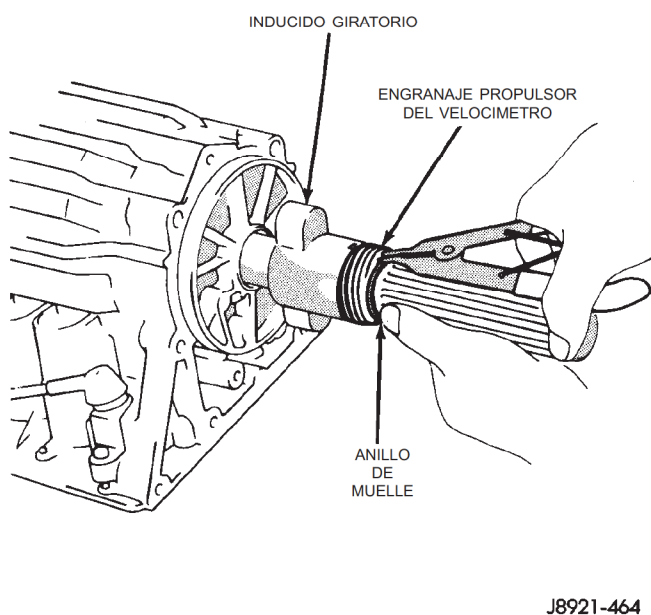

Fig. 41 Desmontaje e instalación del engranaje propulsor del velocímetro
- (4) Retire el perno que fija el sensor de velocidad de transmisión a la cubierta del adaptador.
- (5) Retire el sensor de velocidad de transmisión de la cubierta del adaptador.
- (6) Retire los pernos que fijan la cubierta del adaptador a la caja de la transmisión.
- (7) Con una maceta de goma, golpee suavemente la cubierta del adaptador en la línea de la articulación para separar la cubierta del adaptador de la caja de la transmisión.
- (8) Retire la cubierta del adaptador de la caja de la transmisión.
- (9) Retire el anillo de muelle del engranaje propulsor del velocímetro (Fig. 41).
- (1) Limpie las superficies de sellado de la caja de la transmisión y del retenedor de cojinete trasero/cubierta del adaptador.
- (2) Instale el inducido giratorio, el separador (si el vehículo lo tiene instalado) y el engranaje propulsor en el eje transmisor. Luego instale el anillo de muelle del engranaje propulsor (Fig. 41).